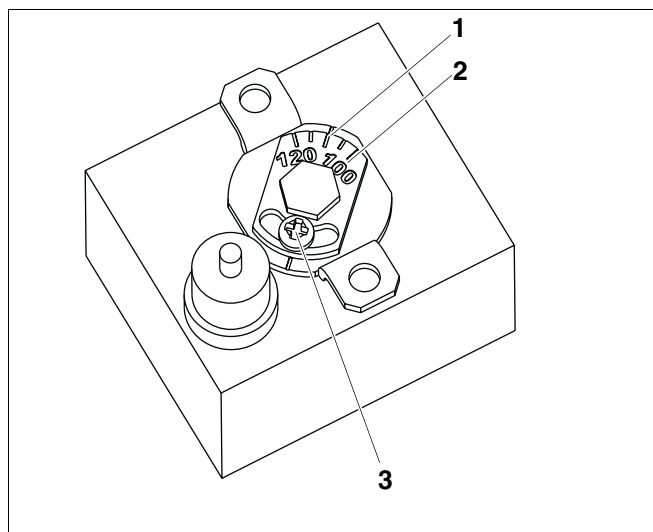
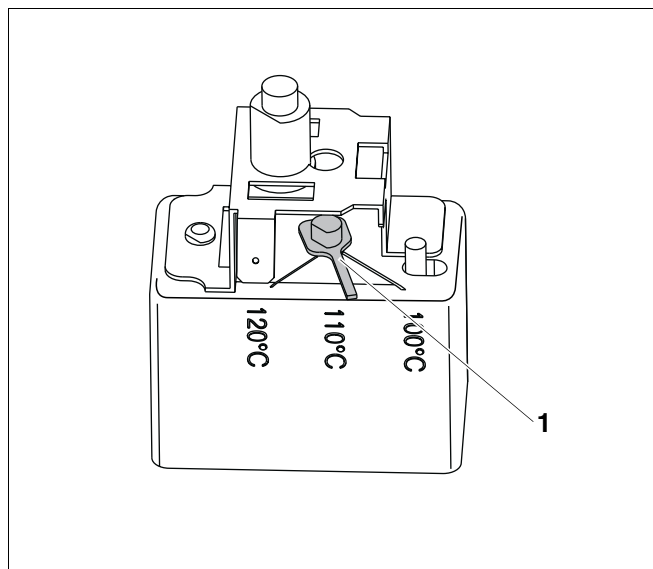

Fig. 61 Varianta A pentru STB
Fig. 62 Varianta B pentru STB
- Verificați mai întâi, ce variantă a termostatalui de siguranță este încorporată (vezi. fig. 61 și fig. 62).
Variante A (fig. 61)
- Slăbiți șurubul (fig. 61, **poz. 3**).
- Tăblița cu scala de temperatură (fig. 61, **poz. 2**) se rotește în dreptul marcajului (fig. 61, **poz. 1**).
- Se strânge din nou șurubul (fig. 61, **poz. 3**).
Varianta B (fig. 62)
- Acul indicator (fig. 62, **poz. 1**) se trece pe temperatura corespunzătoare.